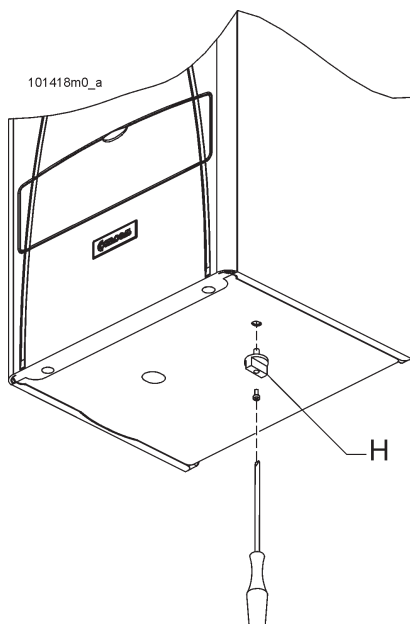

Figura 15 - Montaggio manopola rubinetto di carico
Al momento dell'installazione occorre montare la manopola di comando (H) del rubinetto di carico impianto (vedi figura 15). La manopola si trova assieme agli accessori che seguono la caldaia.